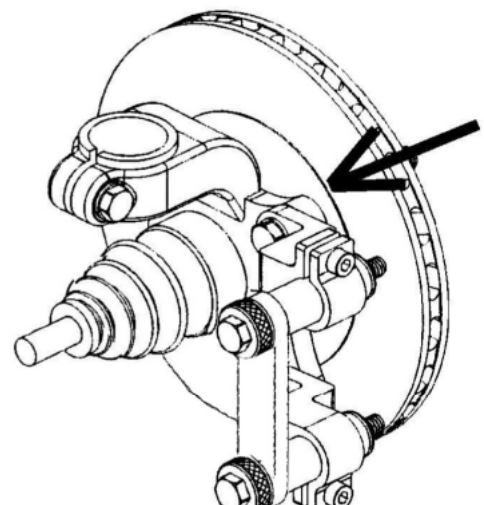

Рисунок 13
3. Используйте синий крепежный адаптер если отверстия для крепления суппорта имеют резьбу (см. рис.13).
3. Зафиксируйте крепежный адаптер с помощью оригинальных болтов тормозного суппорта, через резьбовые отверстия для крепления тормозного суппорта (см. рис.13).